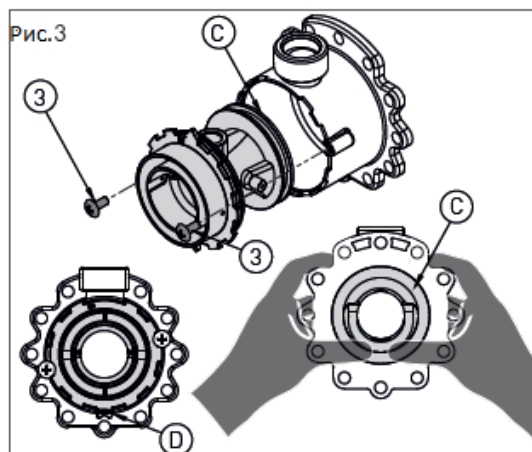

Рис. 3
- > Снимите два винта (поз. 3 на рис. 3) и нажмите на заднюю часть трубки Вентури (С на рис. 3)
- > Замените установленную трубку Вентури на соответствующую новому типу газа (для модуля 25 кВт код продукта для метана 30-00166/сжиженного газа 30-00169; для модуля 50 кВт код продукта для метана 30-00225/сжиженного газа 30-00226). Убедитесь, что зубец (поз. D на рис. 3) направлен к нижней части алюминиевого корпуса (см. рис. 3).